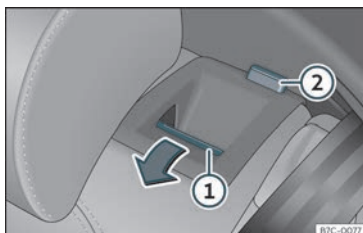

Fig. 106 Banco traseiro: rebater o encosto.
- Pressione o botão de desbloqueio »» **Fig. 106** ① para a frente e, ao mesmo tempo, rebata o encosto. O encosto traseiro está desbloqueado quando se vê uma marca vermelha no botão ②.
O encosto traseiro está desbloqueado quando se vê uma marca vermelha no botão » **Fig. 106** ②.